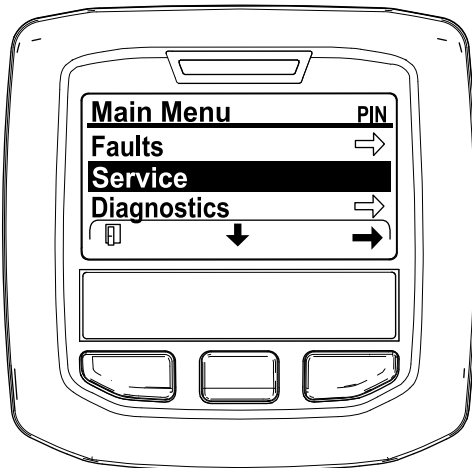

Bild 37
2. Navigieren Sie auf das HAUPTMENÜ, drücken Sie die mittlere Taste, um auf das Menü SERVICE zu navigieren; drücken Sie die rechte Taste, um die Option SERVICE auszuwählen (Bild 37).